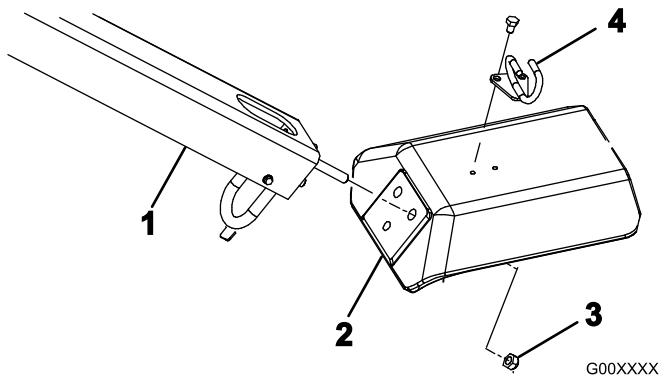

図 4
- フォークの穴にハンドル取り付け用スタッドを差し込む（図 4）。
- ロックナット (1/2 インチ) 3 個を使って、ハンドルスタッドを固定する（図 4）。
- ボルト (5/16 × 1/2 インチ) 2 本を使って、ケーブルガイドをフォークの上に取り付ける（図 4）。